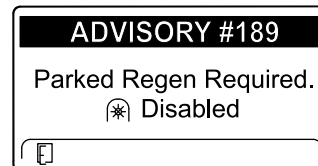

Figura 50
- Se não efetuar uma regeneração em estacionamento dentro de 2 horas, o InfoCenter indica que é necessária uma regeneração em estacionamento – tomada de força desativada AVISO N.º 189 (Figura 50).